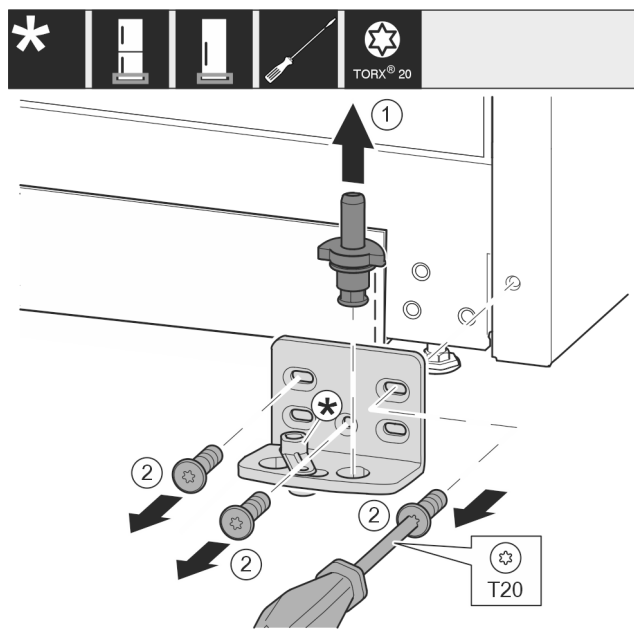

Fig. 10
- Ložiskový čep celý vytáhněte nahoru. Fig. 10 (1)
- Šroubovákem T20 vyšroubujte šrouby a odeberte stojan ložiska. Fig. 10 (2)